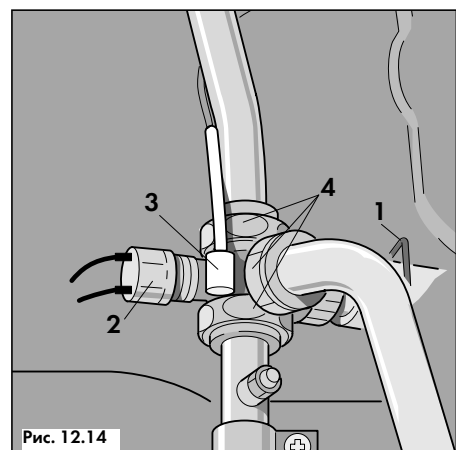

Рис. 12.14
- Разъединить штекерные соединения и отсоединить кабели STB (2, рис. 12.14);
- Удалить пружинный фиксатор (1, рис. 12.14);
- Разъединить штекерные соединения и отсоединить кабели от STB (2, рис. 12.14);
- Вытащить чувствительный элемент термометра аппарата из погружной гильзы (3, рис. 12.14) на подающей линии аппарата;
- Раскрутить резьбовые соединения (4, рис. 12.14) и снять байпас вместе с подсоединениями;